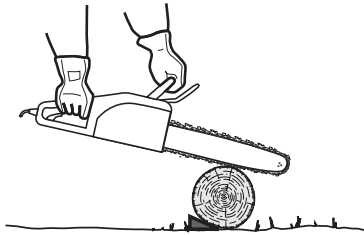

Fig.35
- > Si le diamètre du rondin est suffisant pour insérer une cale sans toucher la chaîne, utilisez la cale pour maintenir le rondin en position et ainsi éviter les pincements (Fig.35).